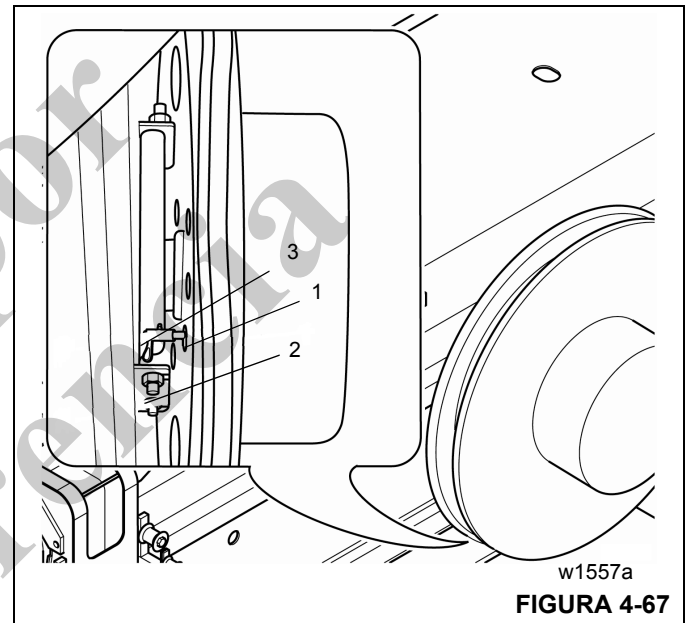

FIGURA 4-67
- Gire el tambor de manguera hasta que una cavidad esté delante del pestillo de resorte (3) (Figura 4-67).